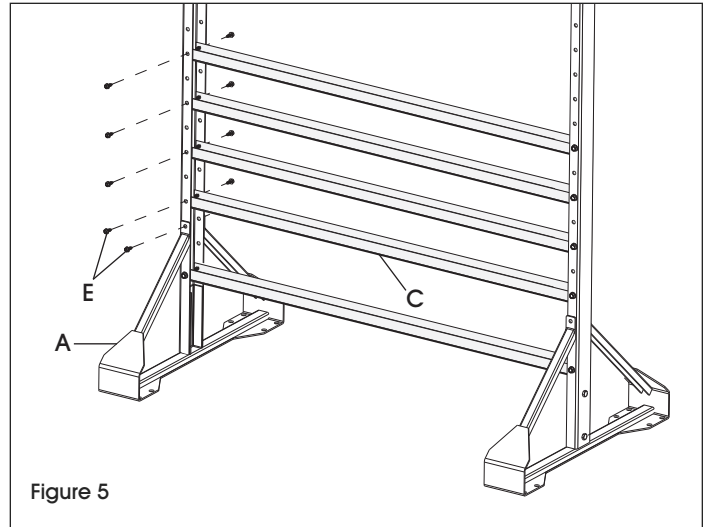

Figure 5
Fixez une traverse (C) au quatrième trou à partir du bas à l'aide de vis à tôle n° 14 (E). Toujours à l'aide de vis à tôle, fixez les 11 autres traverses en sautant un trou sur deux. (Voir Figure 5)
**REMARQUE :** Fixez chaque socle (A) au troisième trou à partir du bas à l'aide de vis à tôle n° 14 (E). (Voir Figure 5)